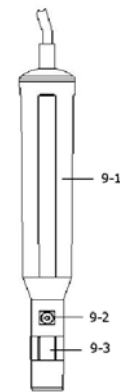

Fig. 6
- 1) Dévissez la "tête de la sonde" (9-3, Fig 6).
- 4) Fixez la "tête de la sonde" (9-3, Fig 6) au corps de la sonde.